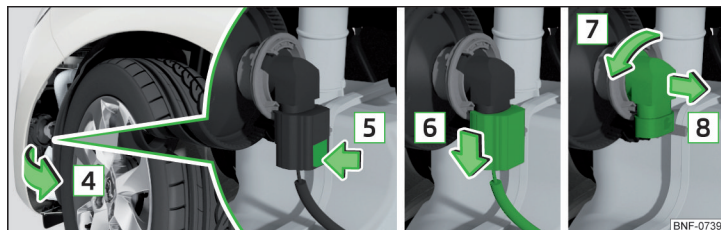

Fig. 146 Udskiftning af pære
- Klap hjulkassebeklædningen op i pilens retning **[4]** » Fig. 146.